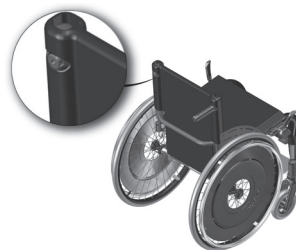

Figura 6.2
b. Cadeira sem a manopla (figura 6.2).